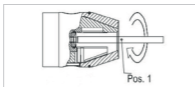

Abbildung 10: Montagewerkzeug einschrauben
2. Schrauben Sie das Montagewerkzeug (Pos. 1) in die Dichtscheibe im Uhrzeigersinn ein (siehe „Abbildung 10: Montagewerkzeug einschrauben“).